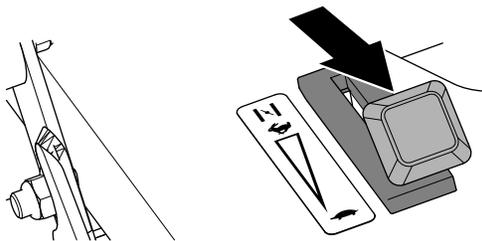

Рисунок 14
2. Переведите рычаг дроссельной заслонки до упора назад в положение МЕДЛЕННО (Рисунок 14).